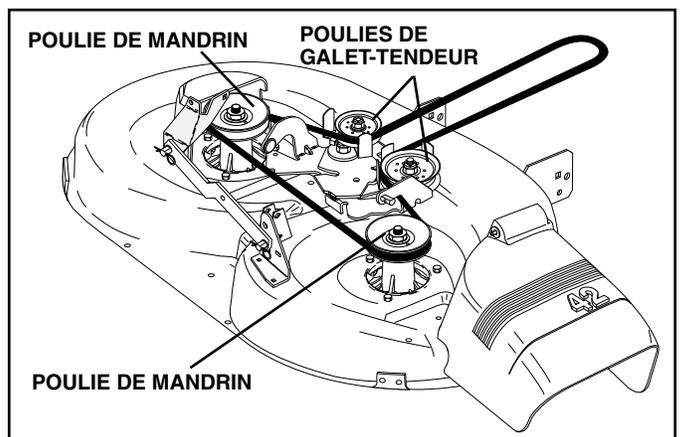

FIG. 23
**POUR REMPLACER LA COURROIE D'ENTRAÎNEMENT DE LAME DE TONDEUSE (Voir la Fig. 23)**